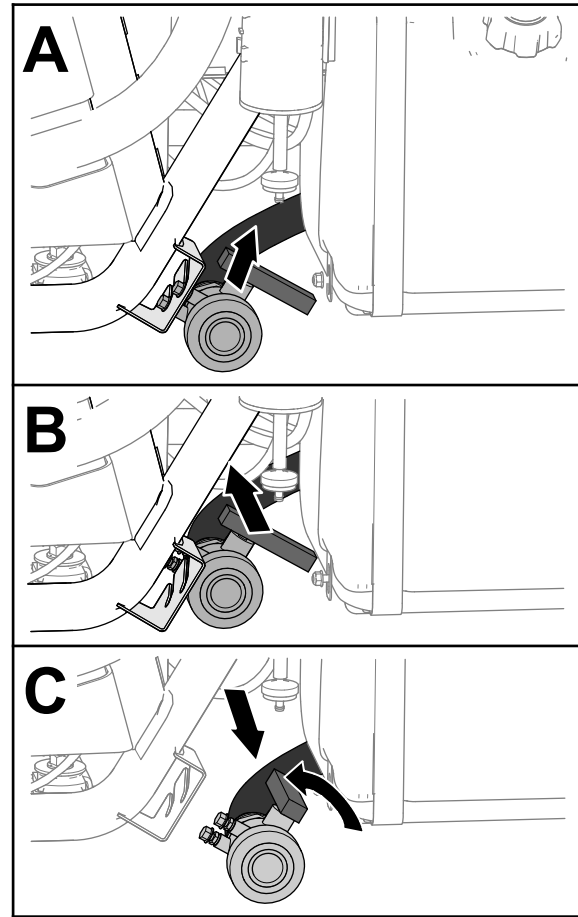

Bild 27
2. Ermitteln Sie das Ablassventil des Behälters an der linken Seite der Maschine vor dem Kraftstofftank (**Bild 27**).
3. Heben Sie das Ventil an und bewegen es nach innen, bis die Befestigungsbolzen des Ventils nicht mehr in den Schlitzen in der Ablassventilhalterung sind, und bewegen Sie das Ventil nach hinten (**Bild 27**).
4. Fluchten Sie das Ende des Ventils mit dem Ablassbehälter aus und drehen Sie den Ventilgriff nach links in die geöffnete Stellung (**Bild 27**).
5. Wenn der Behälter ganz geleert ist, drehen Sie den Griff des Ablassventils in die geschlossene Stellung und setzen das Ventil in die Ablassventilhalterung ein (**Bild 27**).